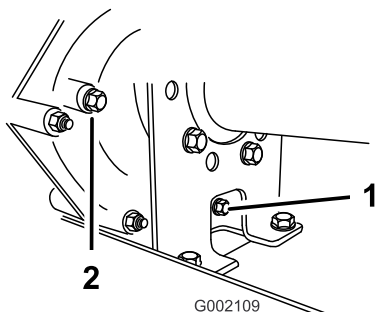
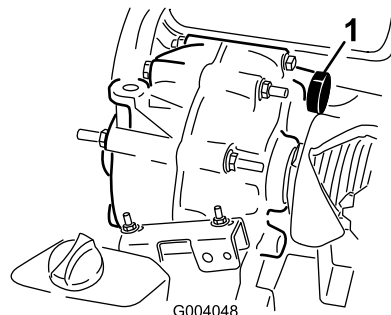

Figure 56
Figure 57
2. Essuyez la surface autour des bouchons de remplissage et de vidange avec un chiffon (Figure 56).
4. Dévissez et enlevez le bouchon de remplissage (Figure 56).
5. Dévissez et enlevez le bouchon de vidange (Figure 56).
6. Remettez et serrez le bouchon de vidange et le joint dans l'orifice de la transmission (Figure 56).
7. Versez par l'orifice du bouchon de remplissage du réservoir (Figure 57) environ 1,4 L (1,5 pte américaine) du liquide spécifié, ou la quantité de liquide nécessaire, jusqu'à ce que le niveau de liquide atteigne le bas du filetage (Figure 56).
8. Remettez et serrez le bouchon de remplissage et le joint dans l'orifice de la transmission (Figure 56).
10. Contrôlez le niveau de liquide et faites l'appoint si le niveau est en dessous du filetage de l'orifice du bouchon de remplissage (Figure 56).